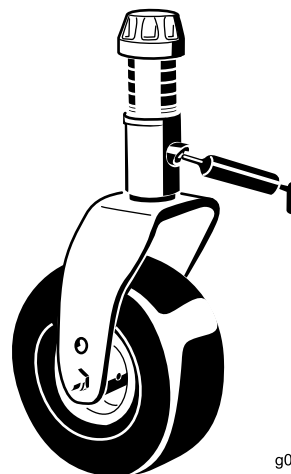

Figure 66
- Bague d'axe de fourche de roue pivotante (1) (Figure 66)
- Bagues de pivot du bras de la poulie de tension (1) (sur le bras)